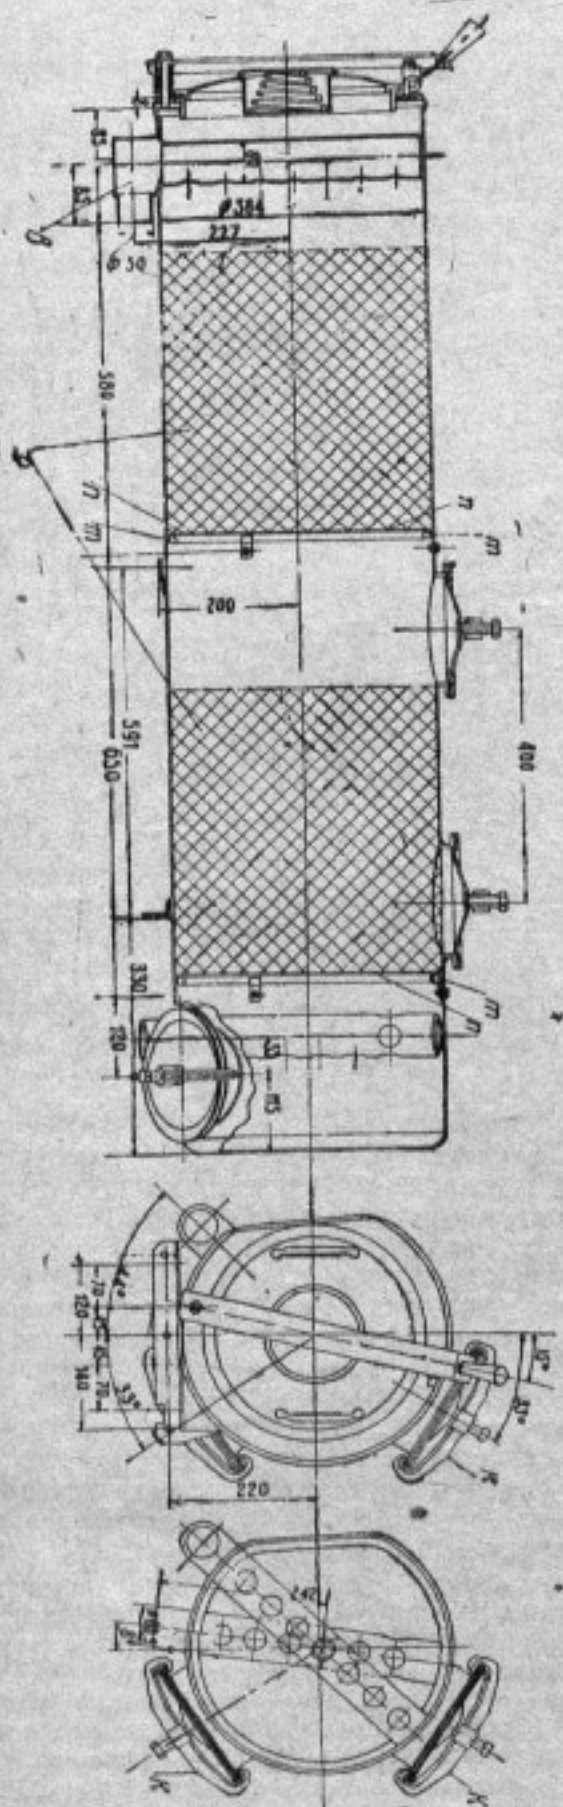

Рис. 5. Тонкий очиститель
3. Вертикального очистителя для тонкой очистки газа (рис. 5), монтируемого с правой стороны автомобиля сзади кабины.
Тонкий очиститель (рис. 5), в который газ попадает из батарей очистителей по трубе *а*, представляет собой вертикальный цилиндрический резервуар, внутри которого имеется два слоя колец Рашига (мелкие трубочки из листового железа). Кольца Рашига *р* лежат на сетчатой решетке *п*, укрепленной на опоре *т*. Для промывки фильтра и заполнения его кольцами Рашига служат люки *к*. Очищенный газ из очистителя по трубе *в* подводится к смесителю.